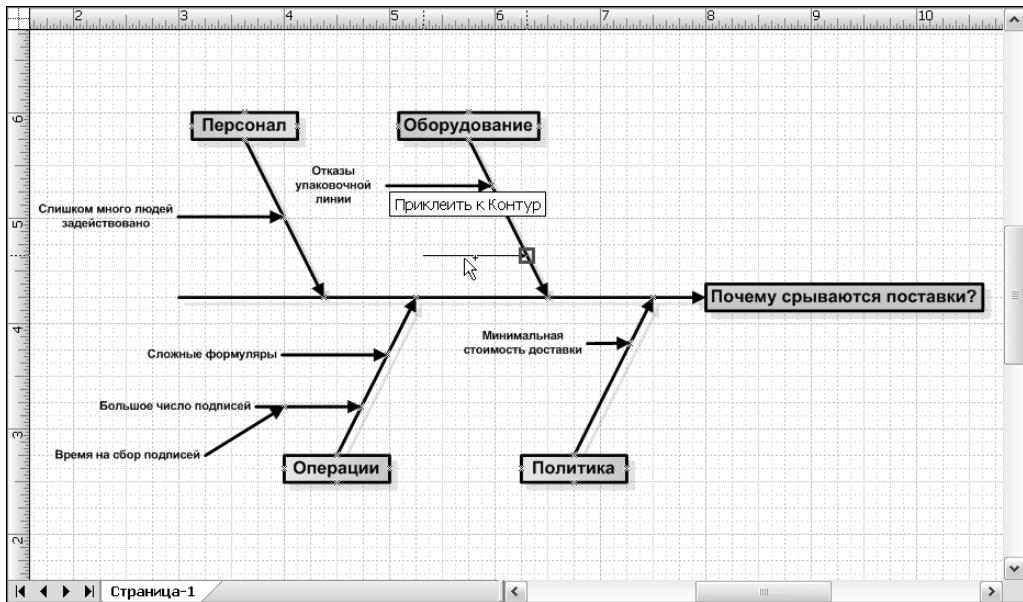

Рис. 16.3. Фигуры схемы причинно-следственных связей могут приклеиваться к любой точке схемы
5. Чтобы отобразить главные причины в рамках категорий, перетащите фигуры Основная причина на страницу документа, чтобы их стрелки могли при克莱иться к линиям категорий, как показано на рис. 16.3.